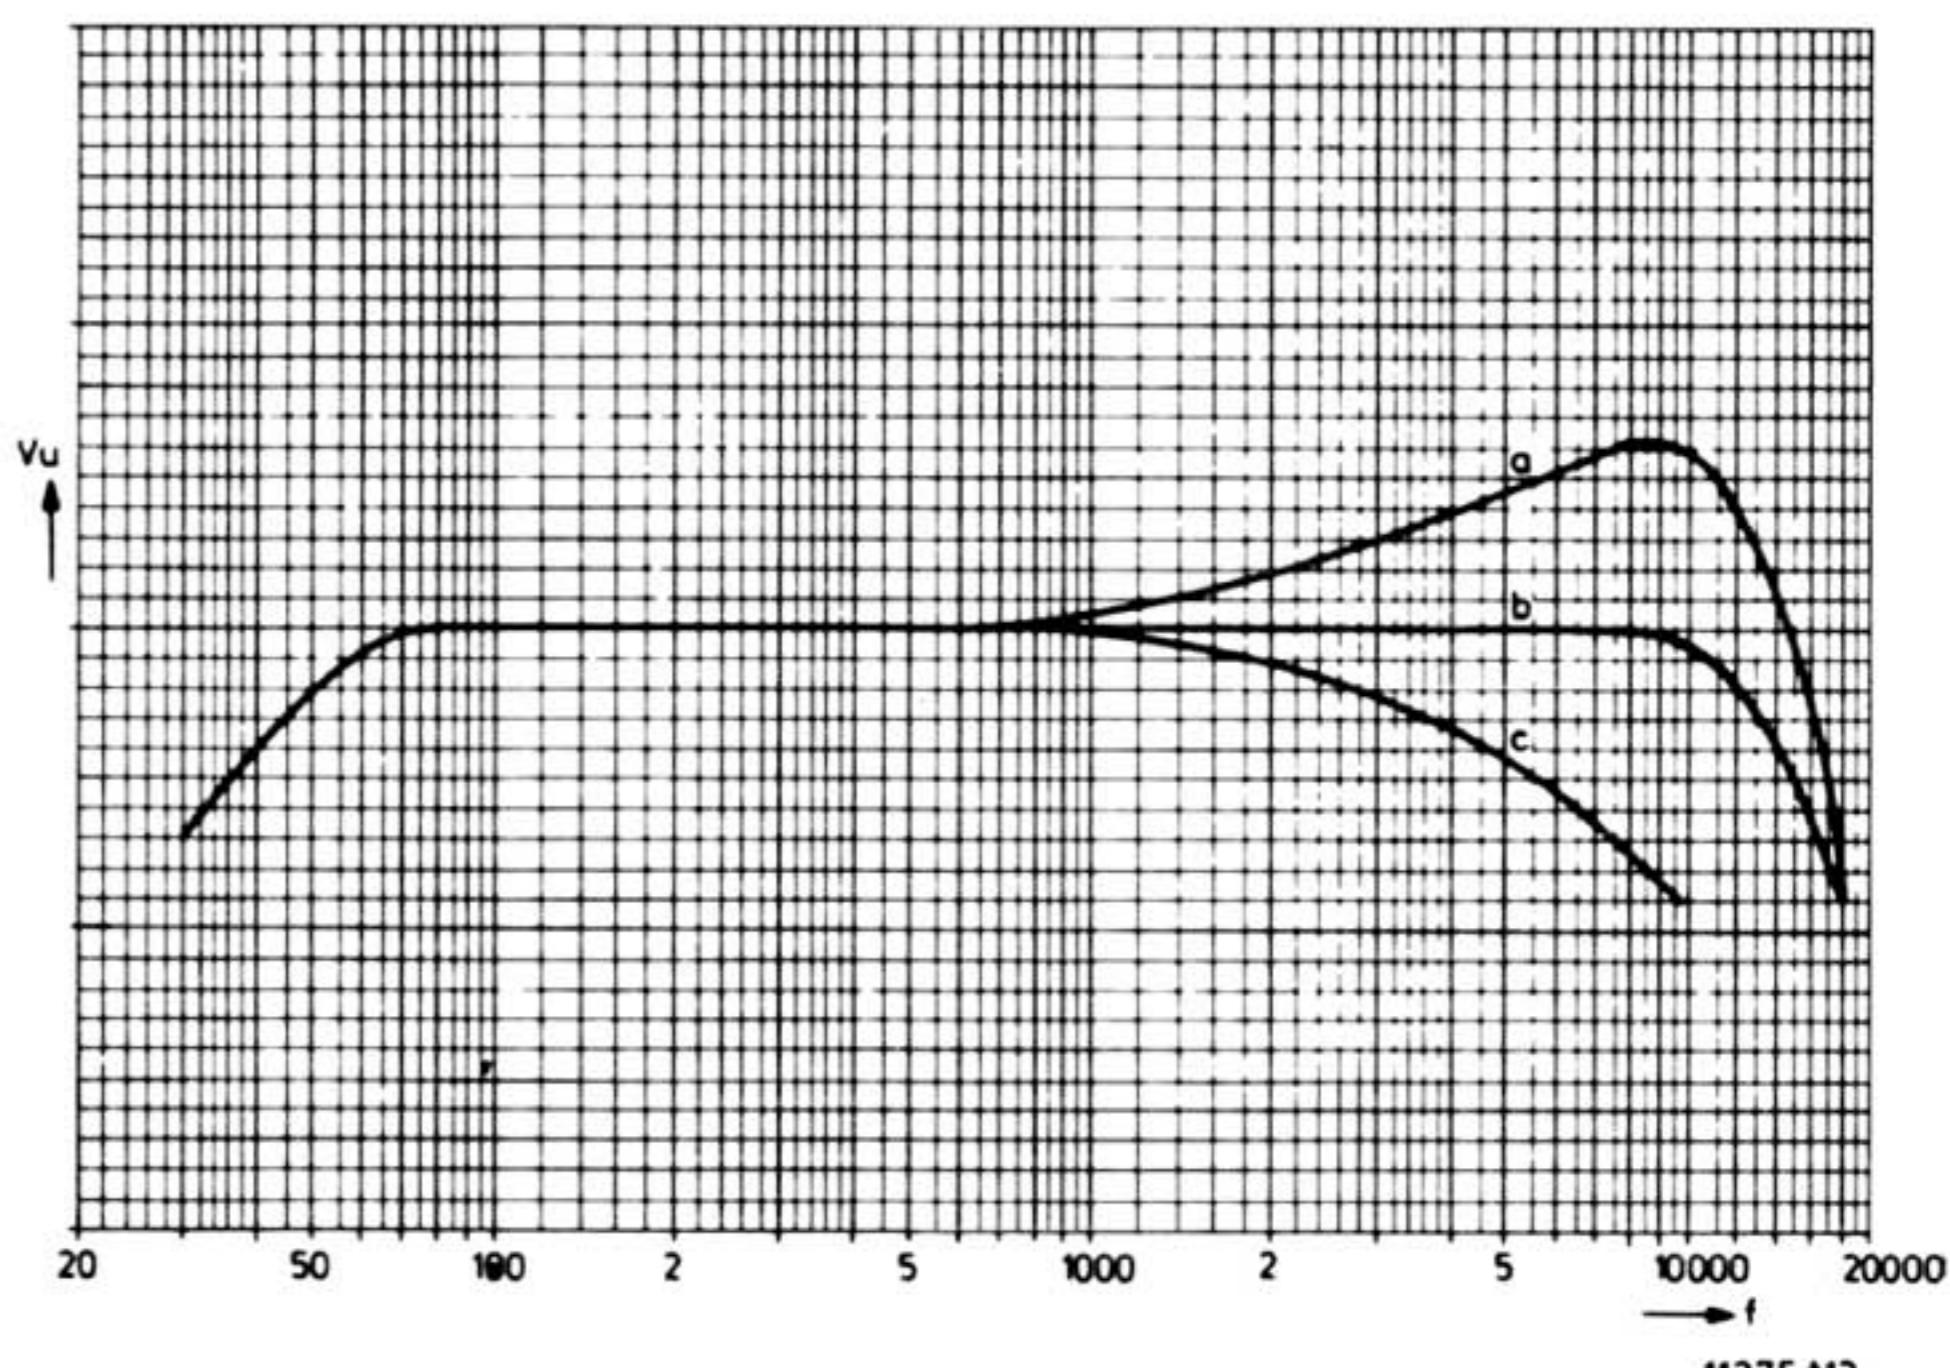

Fig. 12
- Bij een goede instelling zal de frekwentiekarakteristiek als in Fig. 12 curve b verlopen. De 3e harmonische vervorming moet $\leq 3\%$ zijn.
- Bij een te grote voormagnetisatie worden de hoge tonen te veel verzwakt (Fig. 12 curve c).
- Bij een te kleine voormagnetisatie wordt de vervorming te groot. De frekwentiekarakteristiek ziet er dan uit volgens Fig. 12 curve a.